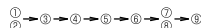

Fig. 4-1
- Bevor Sie die Anlage einschalten, stellen Sie sicher, dass Sie die COMP-GEHÄUSEOBERSEITE und die COMP-GEHÄUSEVORDERSEITE abnehmen und die festen COMP-Teile entfernen. (Fig. 4-1)